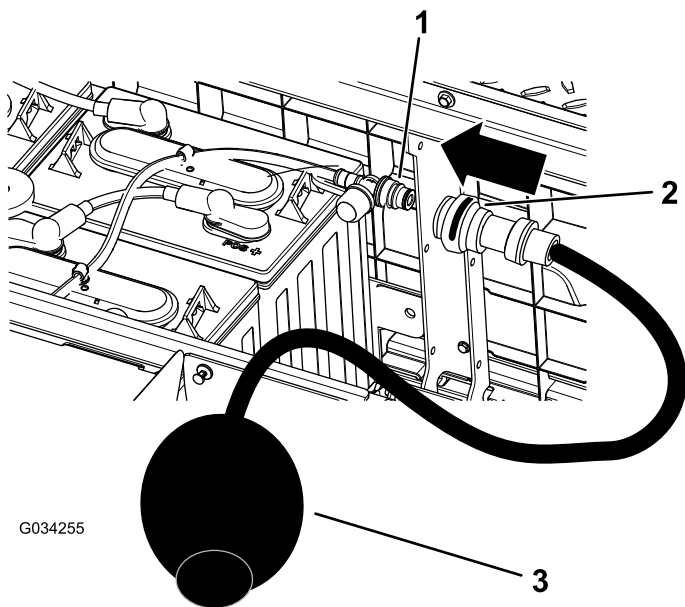

Figura 38
4. Conecte su bomba de agua manual Toro al orificio de llenado de agua (Figura 38).